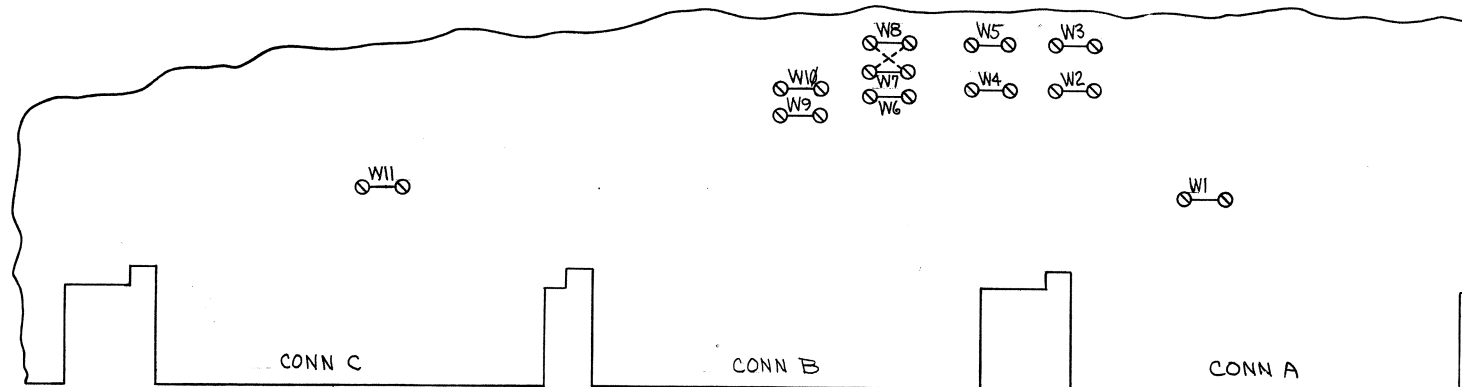

FIGURE 1
4. FIGURE 1 SHOWS THE PHYSICAL LOCATION OF THE JUMPERS ON THE G110 IF THE MODULE WERE LYING ON THE PRINT WITH COMPONENTS UP AND CONNECTORS TOWARD BOTTOM OF PRINT. W7 & W8 ARE AS SHOWN SCHEMATICALLY ON D-CS-G110-0-1